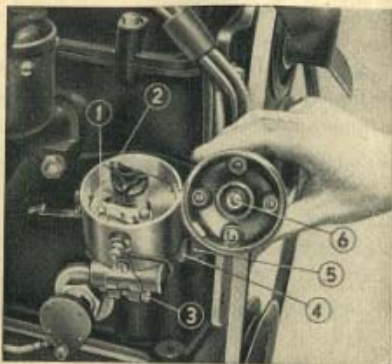

Fig. 16. - Messa in fase dello spinterogeno.
- b) Portato l'albero motore nella posizione suddetta, se la messa in fase dell'accensione è esatta, la puntina del ruttore dello spinterogeno (1) deve iniziare il distacco ed il pettine (2) deve trovarsi in corrispondenza del contatto del cavo contrassegnato sulla calotta dello spinterogeno, N. 1, e collegato al cilindro N. 2 (primo in ordine di accensione) (vedi fig. 16).
Da questa, mediante un contatto a carbone (6) (vedi fig. 16) giunge alla spazzola rotante (2), dalla quale è distribuita ai quattro cavi che fanno capo ad ognuna delle candele del motore.